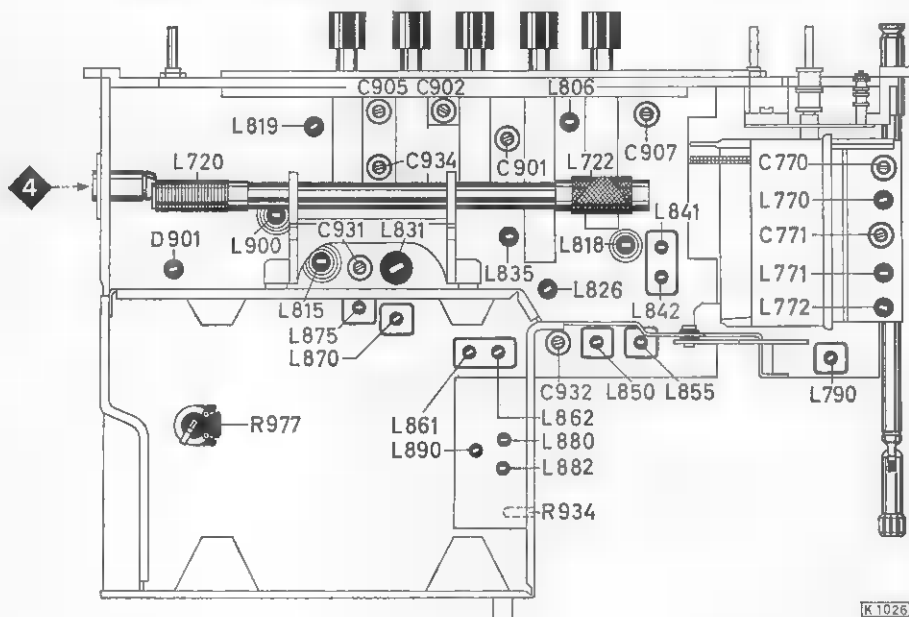

Fig. 3
- 6.5 Den Ruhestrom ca. 1 Minute nach dem Einschalten des Gerätes mit dem Einstellregler R 977 (Fig. 3) auf $4 \text{ mA} \pm 20\text{--}10\%$ einstellen.
- 6.5 Approx. 1 minute after switching on set, set zero signal current via adjuster R 977 (fig. 3) to $4 \text{ mA} \pm 20\text{--}10\%$.
5) Ein AM-Signal, 400 Hz, 30 % moduliert, soll eine Ratiospannung von 1,4 V erzeugen. Dann mit R 934 ein Spannungsminimum am Outputmeter einstellen, Fig. 3.
5) An AM signal, 400 Hz, 30 % modulated, must produce a ratio voltage of 1.4 V. Adjust a voltage minimum at the outputmeter by means of R 934, see. fig. 3.